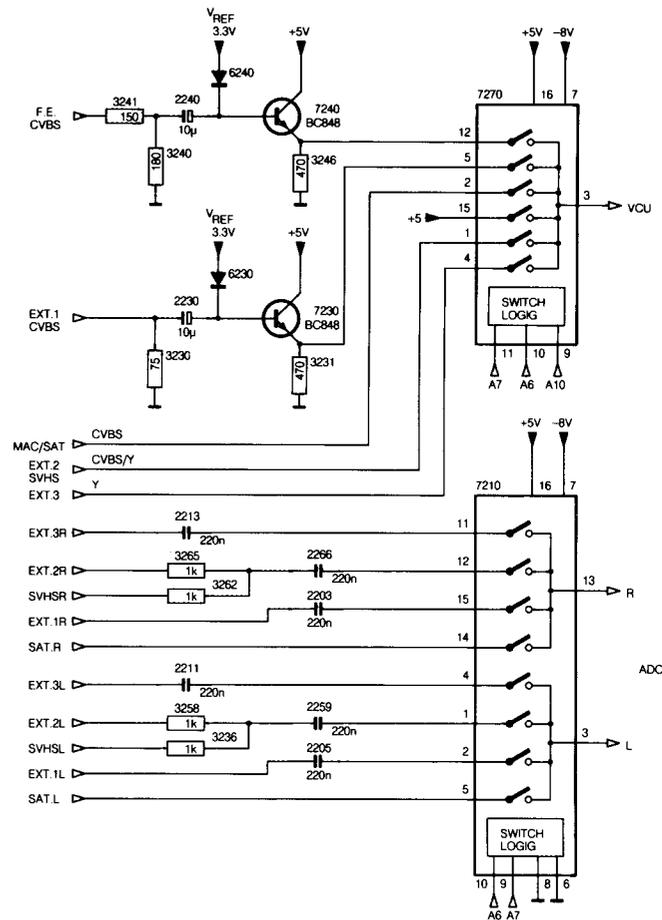

Fig. 3.2
3.2.1 Wahl des FBAS- oder SVHS-Luminanzsignals für das Hauptbild (siehe Abb. 3.2)